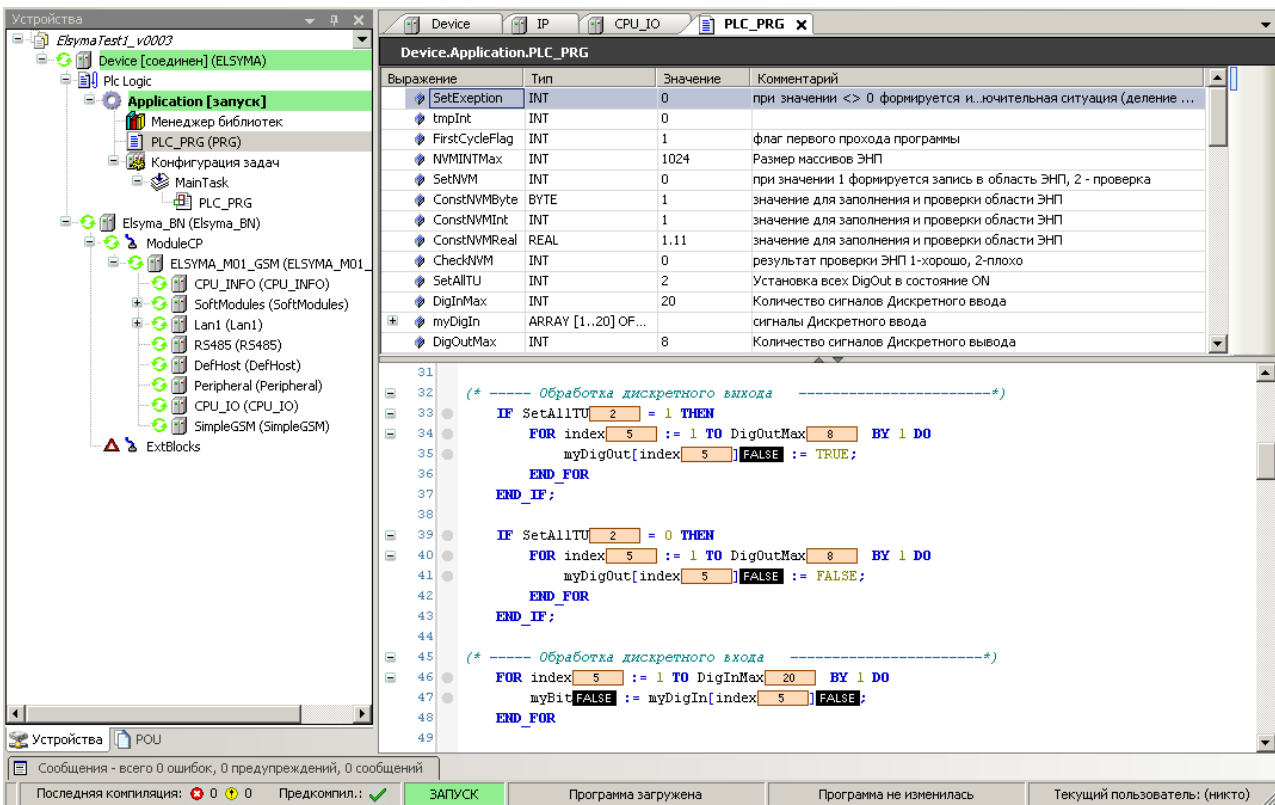

Рисунок 2.34 – Система разработки CoDeSys. Работа в online-режиме
- в окне редактора *POU* и на закладках *Редактор параметров*, *Соотнесение входов/выходов* отображаются текущие значения переменных – см. рисунок 2.34.